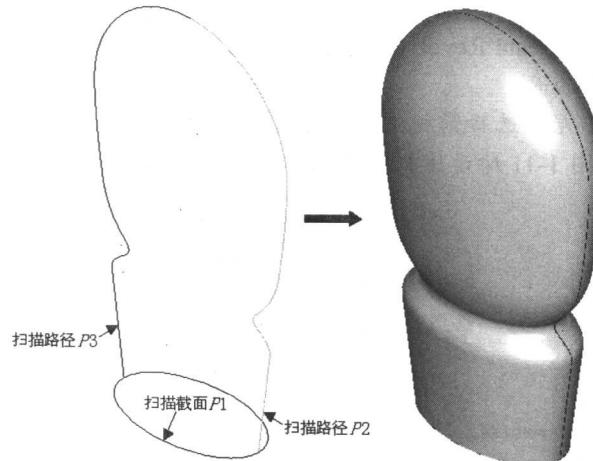

图1-13
- 进入第 4 层，关闭第 2 层和第 3 层，利用扫描曲面命令【Create Swept Surfaces】，选择如图 1-13 所示椭圆 P1 为扫描截面，选择两个侧面曲线为扫描路径（采用部分串连选择方式选择）来产生扫描曲面。